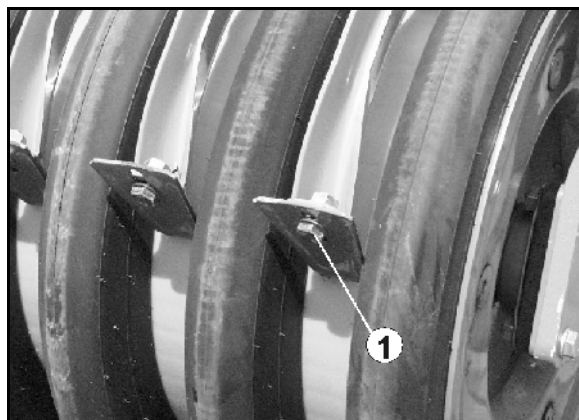

Рис. 33
2. Ослабьте винт (Рис. 33/1) под скребком.